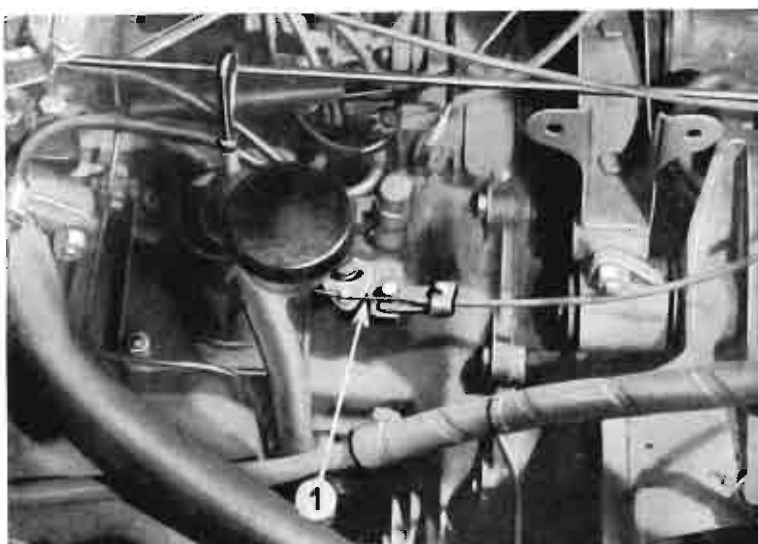

Fig. 33
d'avance variable (1) (fig. 33) du distributeur doit être en butée vers l'arrière et la tirette de planche de bord complètement tirée : c'est la position d'avance maximum (indépendamment de l'avance automatique)